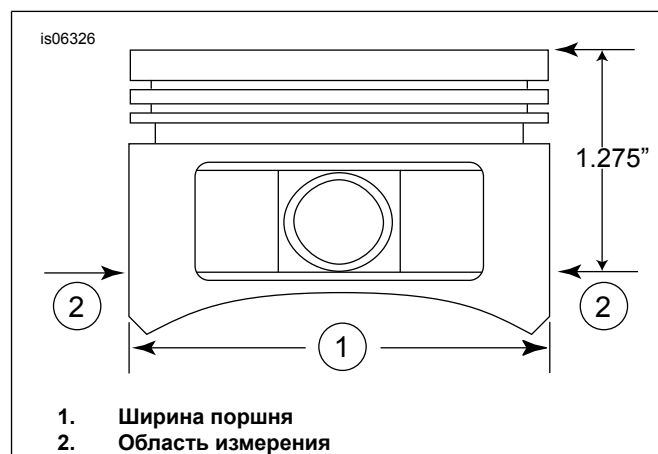

Рисунок 2. Размеры для поршня
- См. Рисунок 2 . Измерьте ширину поршня (1), 90 градусов по горизонтали с обеих сторон отверстия для поршневого пальца и 1,275 дюйма (32,385 мм) вниз от деки (верхней) поверхности поршня (2). См. Таблица 11 — посадка поршня на цилиндр в этой точке.